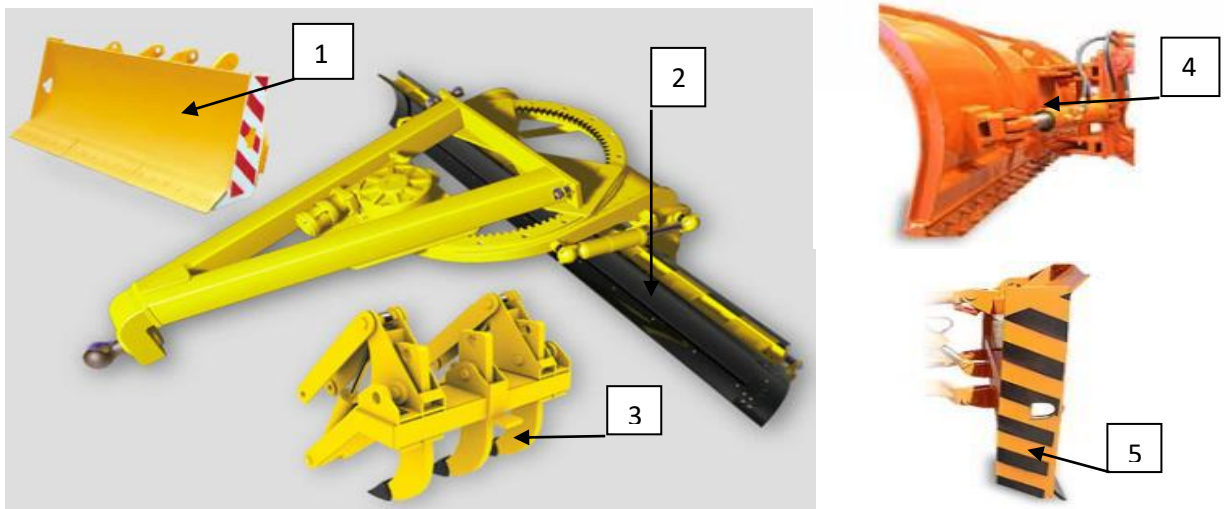

Рисунок 10
16. на рис.10 представлено рабочее оборудование автогрейдера, расставьте в правильном порядке